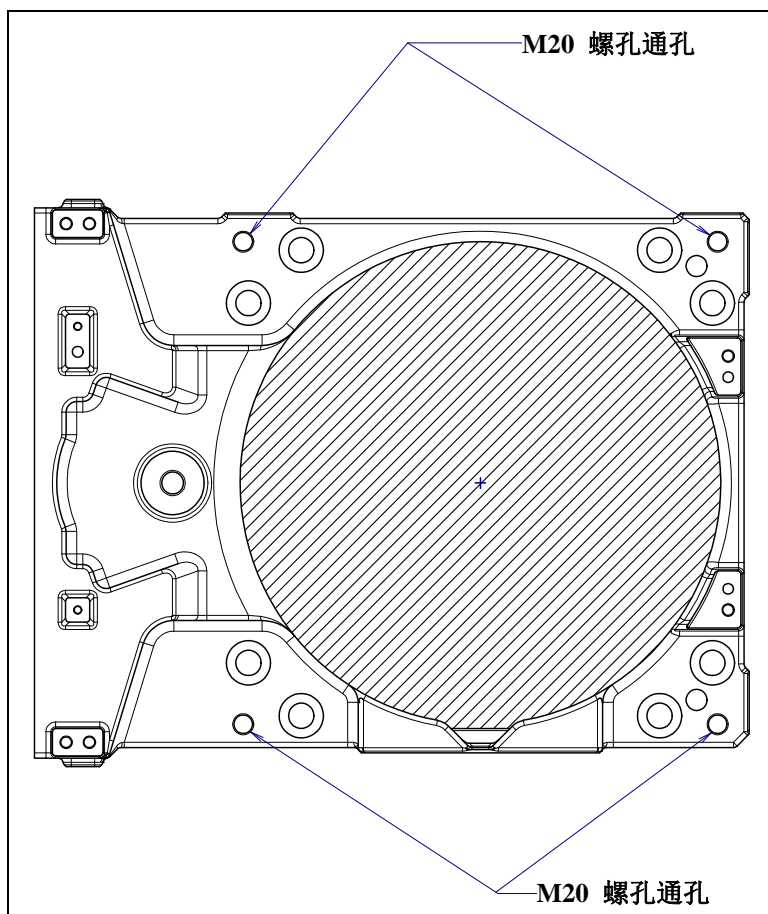

图 1.1 (a) 搬运构件安装位置
(1) 采用吊车搬运（图 1.1 (b)）
(2) 采用叉车搬运（图 1.1 (c)）